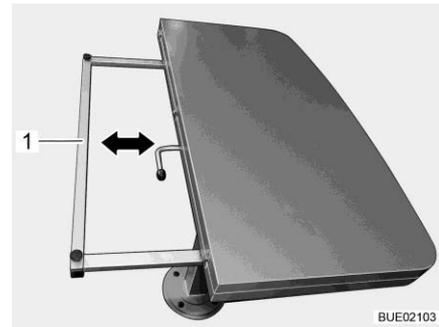

Fig. 131 Reducir el tamaño del tablero de la mesa
- Sujetar ambos lados del marco de apoyo (Fig. 131,1) e insertarlo uniformemente hasta el tope debajo del tablero de la mesa.